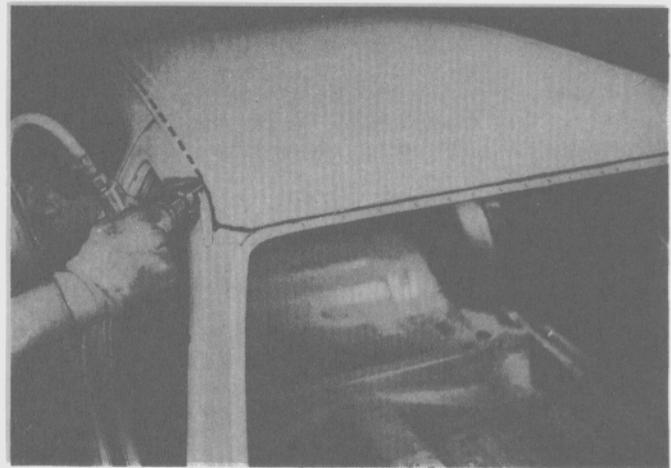

Fig. 41
- Cortar el panel de techo a lo largo de la unión del parabrisas y del pilar "A" (Fig. 41).